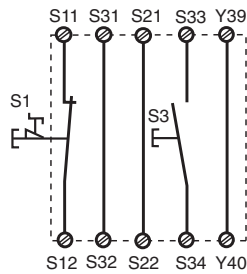

Fig. 3: Eingangskreis einkanalig, überwachter Start/Single-channel input circuit, monitored reset/Commande par 1 canal, surveillance du poussoir de validation
- Fig. 3, 4 und 5, 6: **keine** Verbindung S13-S14
- Fig. 3, 4 and 5, 6: S13-S14 **not** connected
- Fig. 3, 4 et 5, 6: **pas** de câblage sur S13-S14